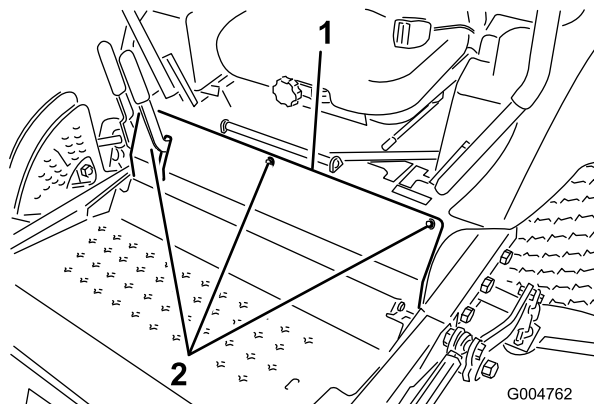

Figura 61
3. Retire os parafusos que fixam o painel dianteiro e retire o painel (Figura 61).